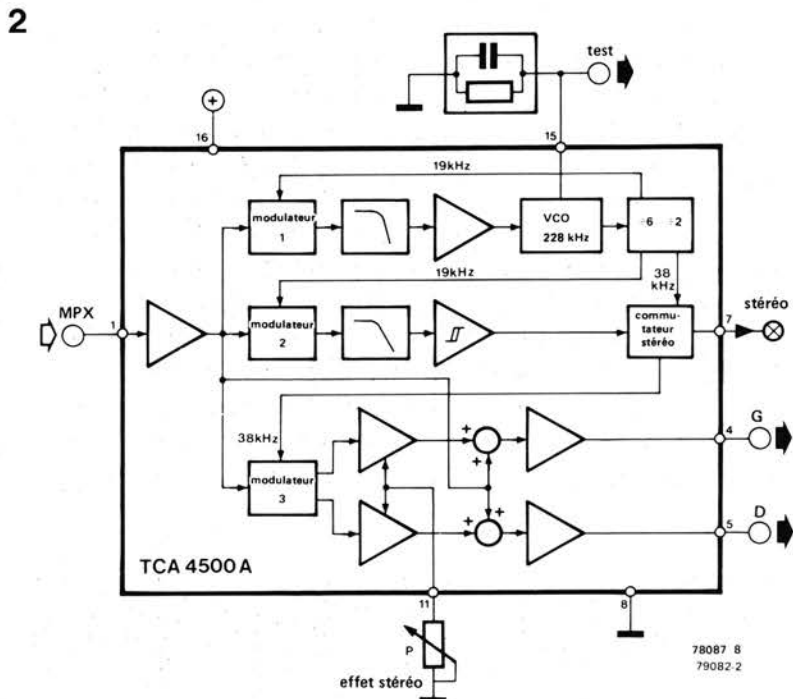

Figure 2. Schéma synoptique interne du circuit intégré décodeur stéréo TCA 4500A.
initiaux, f_1 et f_2 , on trouve la présence de signaux dont la fréquence est une combinaison (sommés ou différences) des fréquences f_1 et f_2 . Le degré d'intermodulation et le taux de distorsion sont souvent proportionnels au courant continu du transistor d'entrée. Ils augmentent considérablement quand le courant collecteur du transistor diminue. En guise d'exemple, la figure 2 nous montre la relation existant entre l'intermodulation et le courant collecteur d'un BFT 66/BFT67. Dans de nombreux circuits de CAG, le gain de l'étage d'entrée est réduit (et avec lui le courant qui traverse l'étage) pour compenser la présence de très forts signaux d'entrée. Cependant, comme nous l'avons vu, ceci a pour effet d'augmenter la distorsion d'intermodulation. De tels circuits de CAG ne peuvent fonctionner correctement que dans le cas où on ne reçoit l'émission que d'un seul émetteur raisonnablement puissant, mais pas dès qu'il y en a deux de même puissance et sur des fréquences très voisines. Une exception à cette règle: c'est le cas des circuits de CAG qui utilisent un atténuateur à diode PIN, puisque le courant qui traverse le transistor d'entrée reste inchangé.
La figure 2 donne le schéma du générateur de sons bizarres. Comme on peut le voir, il ne comprend que deux circuits
Figure 2. Schéma du générateur. Deux circuits intégrés CMOS et quelques composants discrets : voilà tout ce dont nous avons besoin pour obtenir une gamme intéressante d'effets sonores.
La figure 2 représente le schéma synoptique interne du TCA 4500A. Le signal stéréo multiplexé est tout d'abord amplifié, puis envoyé à un détecteur (1) 19 kHz employant une boucle à verrouillage de phase PLL (Phase Locked Loop) qui commande la fréquence du VCO. Le détecteur est essentiellement composé d'un comparateur de phase dont la tension de sortie est nulle lorsque le déphasage existant entre le signal d'identification émis et le signal à 19 kHz qui est généré de façon interne, est égal à 90° . Dans tous les autres cas, le discriminateur génère un signal de sortie possédant une composante continue, qui est filtré à l'aide d'un filtre passe-bas, et utilisé pour commander la fréquence du VCO, de telle sorte que le déphasage tende à nouveau vers 90° . La fréquence du VCO est en fait verrouillée sur l'harmonique 12 du signal d'identification, c'est-à-dire sur 228 kHz. La fréquence du signal de sortie du VCO est divisée par un facteur 6 pour obtenir la sous-porteuse à 38 kHz (qui a été supprimée à l'émission). Ce signal est indispensable pour démoduler l'information audio initiale. Une autre division de fréquence par un facteur 2 fournit au détecteur (1) le signal de contre-réaction PLL à 19 kHz, ainsi qu'un second signal à 19 kHz qui est envoyé au détecteur (2) du signal d'identification. Ce dernier détermine s'il y a présence ou absence du signal d'identification dans le signal stéréo MPX. Le signal à 19 kHz n'est pas, comme c'est habituellement le cas, un signal carré symétrique, mais plutôt un signal à "deux marches d'escalier" qui ressemble grossièrement à un signal sinusoïdal (voir figure 3). L'avantage d'une telle forme d'onde est qu'elle contient bien moins d'harmoniques. Si le signal MPX contient le signal d'identification à 19 kHz, le détecteur (2) fournit en sortie une tension de commande qui attaque un trigger de Schmitt. Ce dernier pilote l'interrupteur stéréo et la lampe indiquant que l'émission est stéréo. L'interrupteur conduit la sous-porteuse à 38 kHz au détecteur (3), qui démodule les signaux audio des canaux gauche et droit. Ces derniers sont tamponnés avant d'être sommés avec le signal d'entrée MPX. Le rapport de sommation dépend de la position du potentiomètre P, ce qui permet de doser l'effet stéréo. Enfin les signaux des canaux gauche et droit sont également tamponnés et sortent sous une faible impédance (100). Le tableau 1 résume les principales caractéristiques du TCA 4500A.